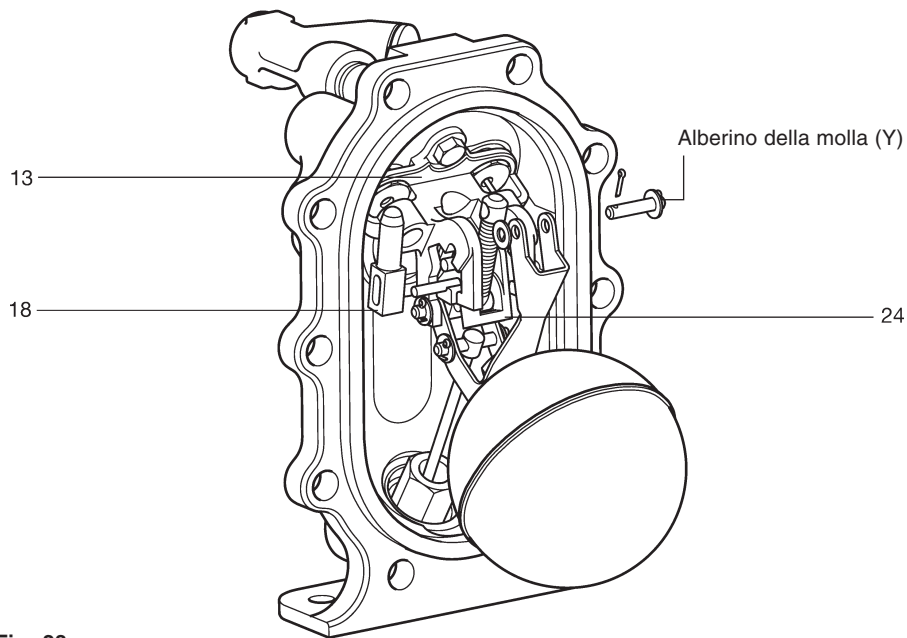

Fig. 23
15. Per rimuovere l'otturatore della valvola di sfiato (particolare 18), estrarre copiglie, rondelle e alberino (Y) dal perno superiore della molla (vedere la fig. 23).